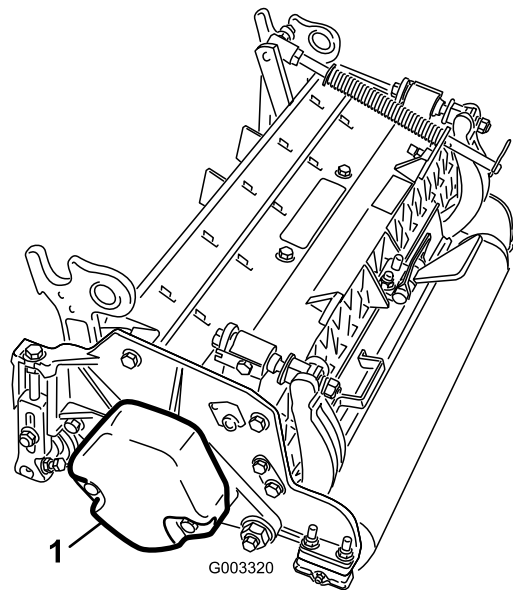

Bild 9
5. Stellen Sie sicher, dass der Gegenballast (**Bild 9**) am richtigen Ende der Schneideinheit montiert ist, siehe die *Bedienungsanleitung* der Schneideinheit.